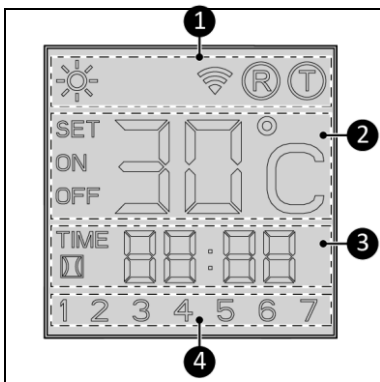

Figure 6
Indication d'état (figure 6, pos. 1) :
Indication de température (figure 6, pos. 2) :
Indication d'heure (figure 6, pos. 3) :
Indication de jour (figure 6, pos. 4) :